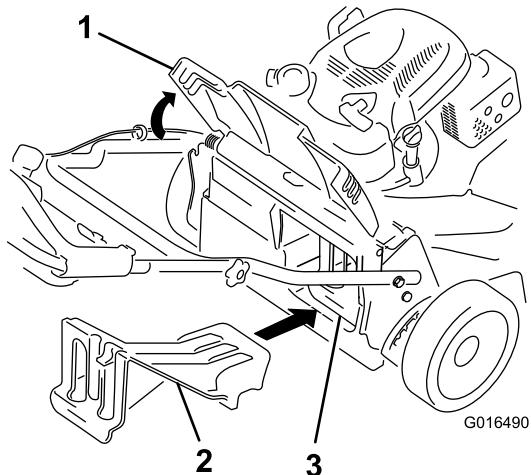

Bild 25
- Wenn die Heckauswurfklappe nicht eingesetzt ist, fassen Sie sie am Griff an, heben die Heckklappe an und setzen sie in den Heckauswurfkanal ein, bis der Riegel arretiert, siehe \(Bild 25\).
Wichtig: Stellen Sie sicher, dass die Heckauswurfklappe eingesetzt ist, bevor Sie den Rasenmäher als Recycler einsetzen (Bild 25).